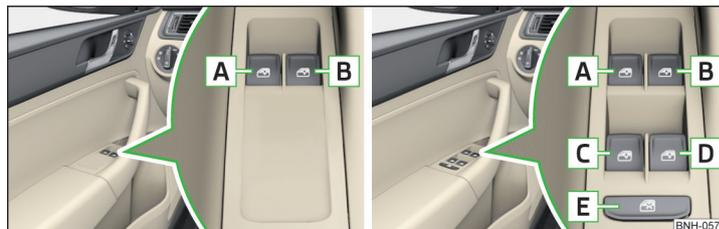

Abb. 44 Tasten der Fensterheber: Variante 1 / Variante 2
» Abb. 44.
**Tasten der Fensterheber** » Abb. 44
➤ Die Taste **E** » Abb. 44 drücken.